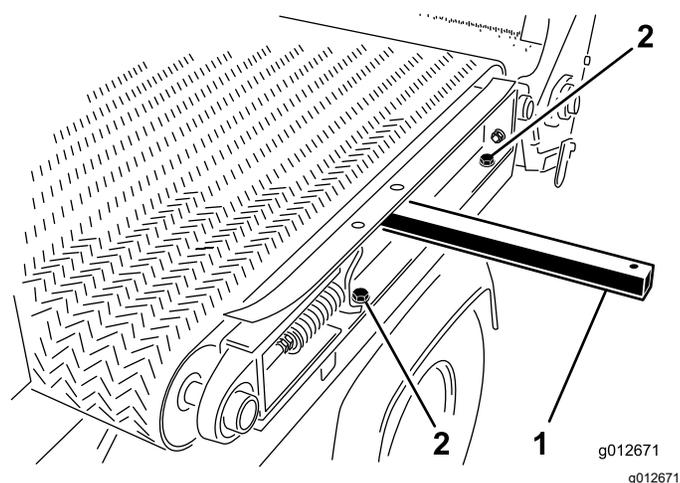

Figura 34
5. No lado esquerdo da máquina, retire os dois parafusos e as duas anilhas que prendem a calha da estrutura de deslizamento ao guarda-lamas esquerdo (Figura 34).
1. Insira uma barra de elevação através do furo na calha esquerda da estrutura de deslizamento e eleve a barra para inclinar ligeiramente a estrutura; consulte a Figura 34 em Desmontar a plataforma lateral \(página 23\).